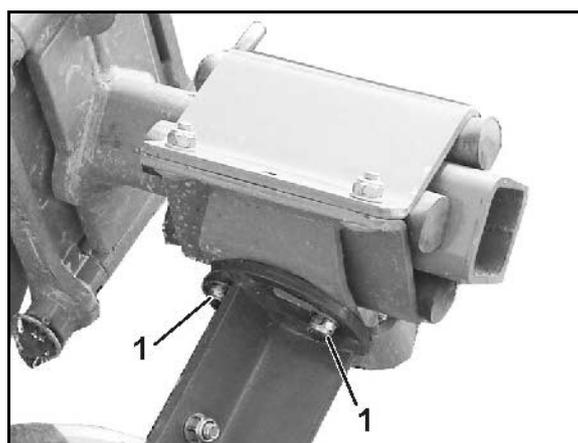

Fig. 33
2. Soltar las 3 uniones atornilladas (Fig. 33/1).